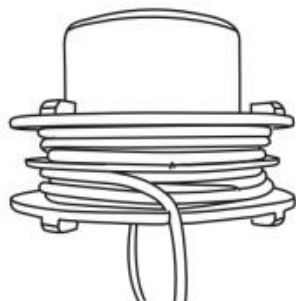

Fig. 67
4. Lasciare infine circa 200 mm di lunghezza e inserire i fili nelle fessure per tenerli in posizione. (Fig. 67)